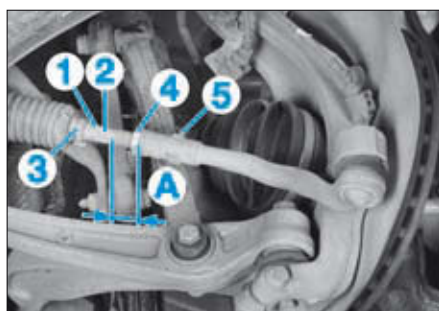

FIG. 1
Le parallélisme se règle par l'allongement ou le raccourcissement de la longueur des biellettes de direction (1) (Fig.1).
- Déposer le collier (3).
- Desserrer le contre-écrou (4) en effectuant un contre-serrage sur les méplats (5) de la rotule de direction.
- Tourner la biellette par l'empreinte hexagonale (2) pour allonger ou diminuer la longueur de la biellette.